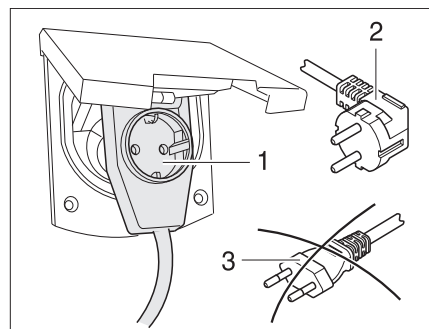

Fig. 200 Raccordement à un adaptateur coudé avec prise de courant
- ▶ Lors de l'utilisation d'un adaptateur coudé CEE 17 muni d'une prise à l'arrière (Fig. 200,1), se servir uniquement d'un connecteur en caoutchouc et scellé IP 44 avec contact de mise à la terre (Fig. 200,2). Ne pas utiliser de connecteur sans contact de mise à la terre (Fig. 200,3). Danger d'électrocution !